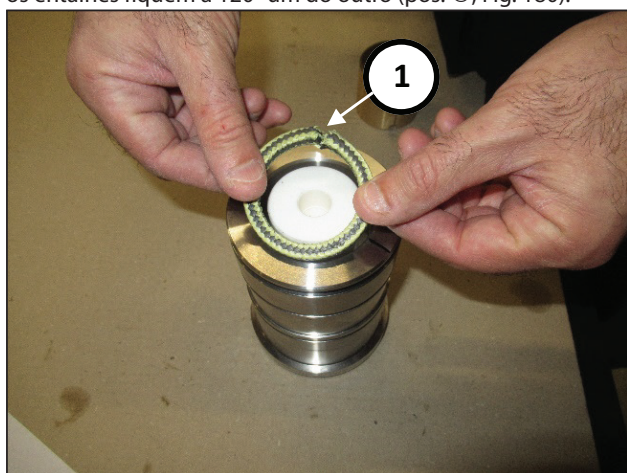

Fig. 180
Insira os três anéis de vedação KC, prestando atenção para que os entalhes fiquem a 120° um do outro (pos. ①, Fig. 180).